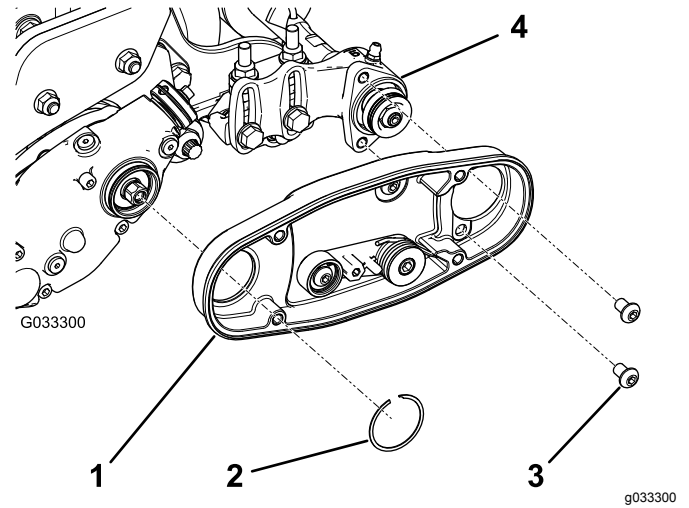

Bild 8
- Montieren Sie das linke oder rechte Rollenbürstengehäuse (Bild 8).
Hinweis: Stellen Sie sicher, dass die Spannscheibe unten befestigt ist, wie in Bild 8 abgebildet.
Bürstenplattengehäuse mit diesen Schrauben am Lagergehäuse (Bild 8).
4. Befestigen Sie das Rollenbürstengehäuse mit dem Haltering am Groomerantriebsgehäuse (Bild 8).